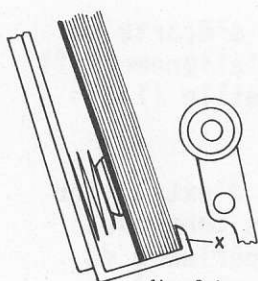

fig.2-1
- 1° (fig. 2-1) Déplacement des rouleaux d'extraction de feuilles "f" dans la direction de la cassette. Ces rouleaux ne tournent pas.